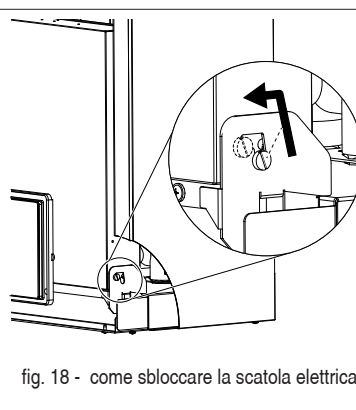

fig. 18 - come sbloccare la scatola elettrica
- afferrare la scatola elettrica e sbloccarla (fig. 18)